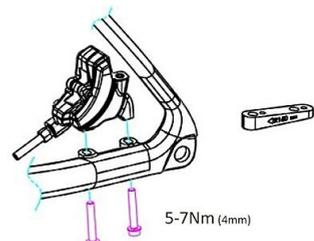

Abb. D-2 Hinteren Bremssattel an den Montagelöchern des Rahmens ausrichten
- Bringen Sie den Bremssattel mit zwei Montageschrauben an der Gabel oder am Rahmen an, ziehen Sie die Schrauben zu diesem Zeitpunkt jedoch noch nicht vollständig fest. (**Abb. D-2**)